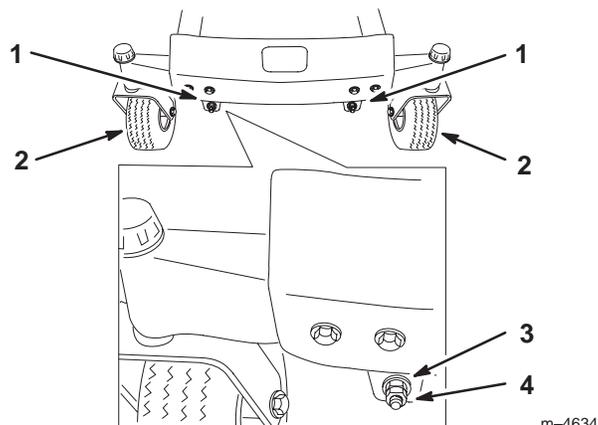
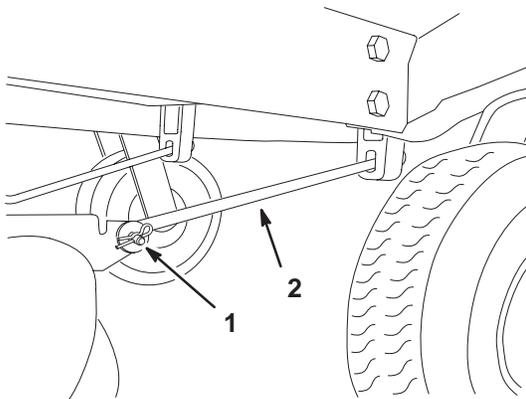

Figure 44
Figure 46
- Pour régler l'inclinaison avant/arrière des lames, retirez les contre-écrous et tournez les écrous de réglage à l'avant du plateau de coupe (Fig. 44).
- Après avoir réglé uniformément les deux écrous de réglage, contrôlez de nouveau l'inclinaison avant/arrière. Poursuivez le réglage des écrous jusqu'à ce que la pointe avant de la lame soit de 1,6 à 7,9 mm plus basse que la pointe arrière (Fig. 44).
Remarque : Après avoir réglé les écrous de réglage, vérifiez qu'aucune des tige de support ne présente de jeu (Fig. 46). Serrez l'une ou l'autre pour supprimer le jeu (Fig. 44).
4. Retirez la goupille fendue et l'axe de chape de la tige de support avant de chaque côté du plateau de coupe (Fig. 46).
7. Fixez les tiges de support avant à la machine à l'aide des axes de chape et des goupilles fendues (Fig. 46).